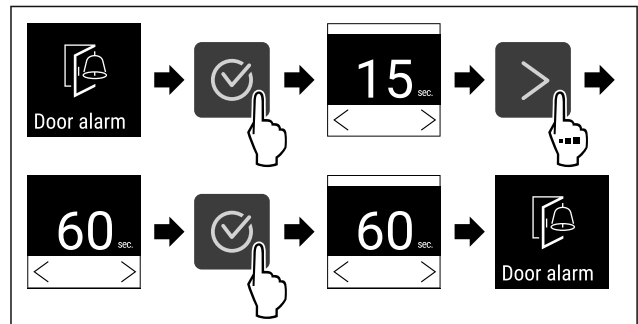

Fig. 117
- ▶ Изпълнете стъпките (виж Fig. 117) .